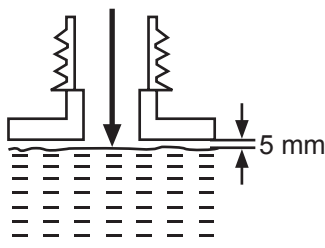

Fig. 9
- > Versez le mélange que vous avez précédemment préparé. Ne remplissez pas de trop le réservoir. Arrêtez-vous à environ 5 millimètres du col de vissage du bouchon, en cas de dilatation de l'essence (Fig. 9).